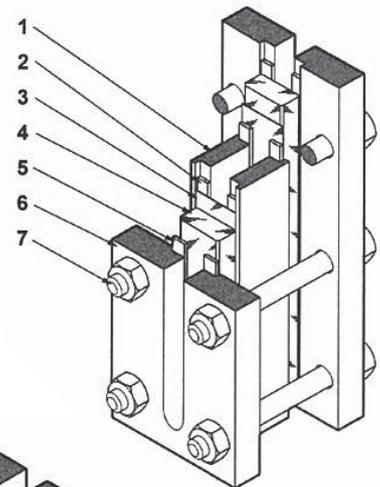
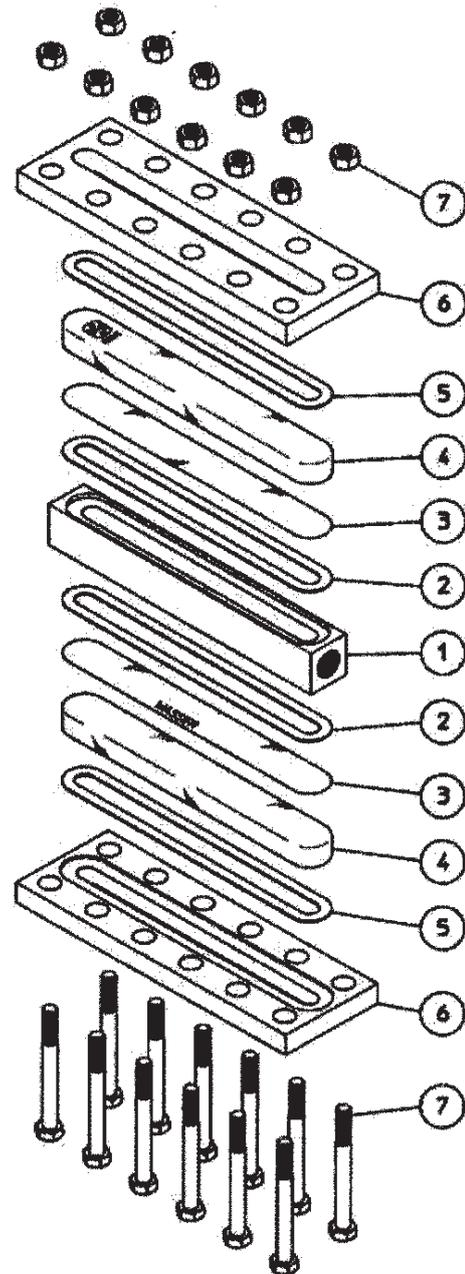
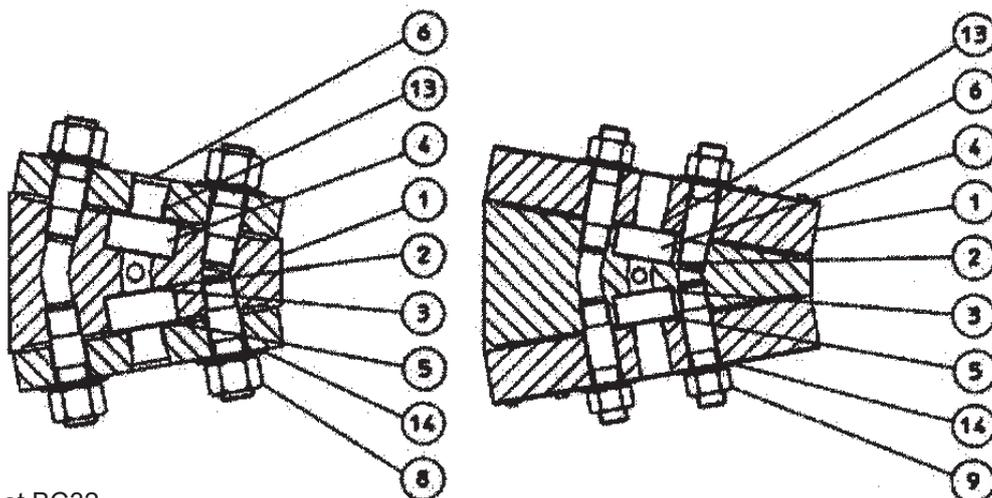

Fig. 764 - BT23
Fig. 8 - Indicateur de niveau à transparence
Fig. 9 - BC33 et BC32
1. Se reporter au type d'indicateur de niveau approprié pour identifier les éléments (Tableau 3 et plan d'assemblage typique Fig. 8 et Fig. 764, 765, 766, 767, 814.1, 815.1, 824-BC23/BC24/BC28).
3. Selon le type d'indicateur, fixer la tôle du couvercle (6) avec des boulons (7), boulons à clou (8) ou des clous (9) pour les indicateurs de niveau de type BC.
4. Uniquement pour le BT32/33, fixer les pièces angulaires (13). Placer le joint de protection (5).
5. Placer la glace à transparence (4) dans son compartiment sur la tôle du couvercle de sorte que le côté de la glace où figure la marque BONT® soit tourné vers le joint de protection. Eviter d'endommager le verre (en le rayant) par des éléments métalliques. Insérer une protection de mica (ou de Kel-F), si nécessaire (3). La protection de mica comporte une face où est imprimé le mot "WASSER". Cette face doit être tournée vers l'observateur (face interne de l'indicateur de niveau).
6. Placer le joint d'étanchéité (2).
7. Placer la pièce centrale (1) de sorte qu'elle s'adapte correctement au joint d'étanchéité et à la glace. Eviter d'endommager la glace ou le joint d'étanchéité ou la protection de mica.
8. Insérer le joint d'étanchéité (2) de sorte qu'il s'adapte au compartiment du corps central. Insérer la protection de mica (ou la protection Kel-F), si nécessaire (3). La protection de mica comporte une face où est imprimé le mot "WASSER". Cette face doit être tournée vers la pièce centrale (face interne de l'indicateur de niveau).
9. Placer la glace à transparence (4) dans son compartiment sur la pièce centrale de sorte que la marque BONT® soit tournée vers l'observateur (en dehors de l'indicateur de niveau). Eviter d'endommager le verre (en le rayant) par des éléments métalliques.
10. Placer le joint de protection (5). Uniquement pour BT32 / BT33, insérer les pièces angulaires (barres 'L') (13).
1. Se reporter au type d'indicateur de niveau approprié pour identifier les éléments (Tableau 3 plan d'assemblage typique Fig. 8 et Fig. 9).
3. Visser les clous (9) dans la pièce centrale (1).
4. Placer un joint d'étanchéité (2) en le centrant dans son compartiment de pièce central. Insérer la protection de mica (3) si nécessaire. La protection de mica comporte une face où est imprimé le mot "WASSER". Cette face doit être tournée vers le joint d'étanchéité (face interne de l'indicateur de niveau).
5. Placer la glace à transparence (4) dans son compartiment sur la pièce centrale de sorte que la marque BONT® soit tournée vers le joint de protection. Eviter d'endommager le verre (en le rayant) ou la protection de mica par des éléments métalliques.
6. Placer le joint de protection (5) et insérer les pièces angulaires (barres "L").
7. Placer la tôle du couvercle (6) de sorte qu'elle recouvre correctement le joint de protection et la glace. Attention de ne pas rayer ni d'endommager le verre ou les joints ou la protection de mica.